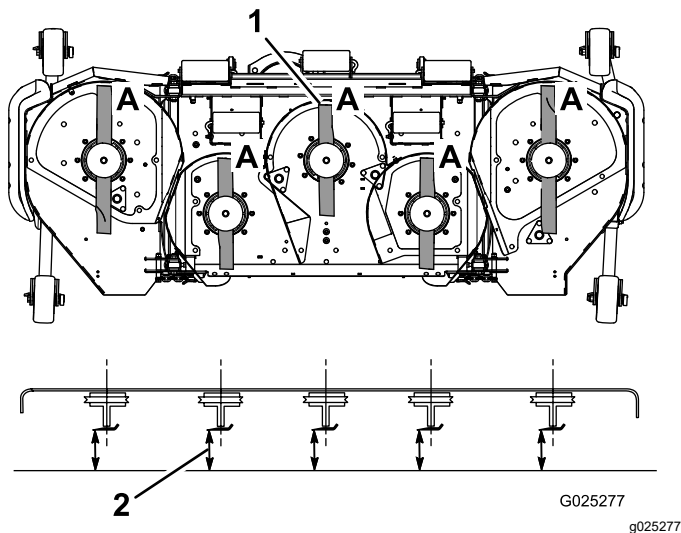

Figura 25
3. Gire las cuchillas hasta que los extremos estén orientados hacia adelante y hacia atrás (Figura 25).
4. Mida desde una superficie nivelada hasta el filo de corte, posición A, de las cuchillas (Figura 25). Anote esta dimensión.